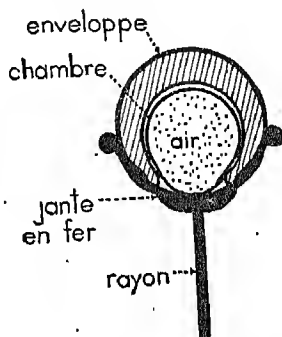

Fig. 3. — Jante et pneu de roue de bicyclette.
c) Les *rais* ou rayons sont des tringles d'acier rivées d'une part sur les plaques du moyeu, d'autre part sur la jante (fig. 3). Remarquez comment ils sont entre-croisés et forment, avec la jante et le moyeu, un ensemble très rigide.